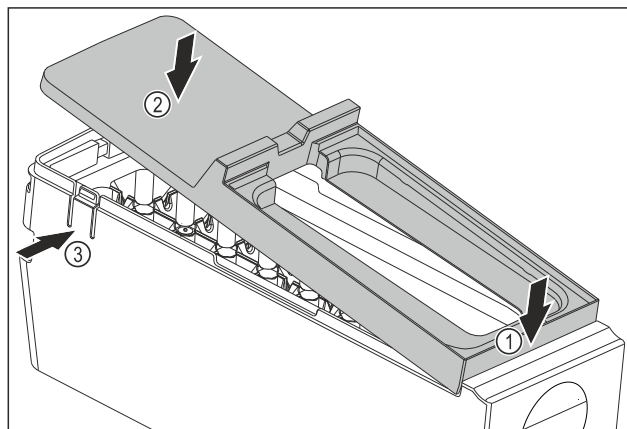

Fig. 144
- Montáž krytu korpusu EasyTwist-Ice: Nasadte kryt na přední stranu. Fig. 144 (1)
- Spusťte kryt vzadu dolů. Fig. 144 (2)
- Kryt slyšitelně zaklapne v obou lamelách Fig. 144 (3).